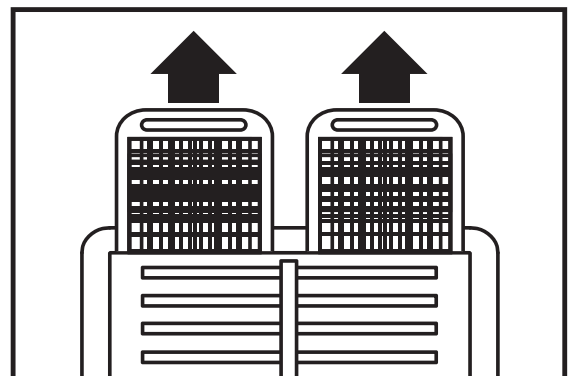

Fig. 14
- ▶ **5.2.2.** Filtry należy wyjąć ruchem do góry (Rys. 14).